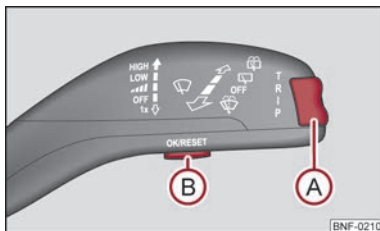

Fig. 6 Kørecomputer: betjenings-elementer
Du kan skifte hukommelse med knappen  → Fig. 6 på betjeningsarmen til viskerne.
Vippeknappen (A) og knappen (B) er placeret på betjeningsarmen til viskerne → Fig. 6.
- Tryk øverst eller nederst på vippeknappen (A) → Fig. 6 for at skifte til visningen af klokkeslættet.
I displayet vises køretiden siden seneste sletning af hukommelsen → Side 10, Hukommelse. Hvis du vil beregne køretiden fra et bestemt tidspunkt, skal du slette den allerede gemte køretid ved at trykke på knappen **(B)** på det pågældende tidspunkt → Fig. 6.
Hvis du vil måle det gennemsnitlige brændstofforbrug for en bestemt periode, skal du slette hukommelsen med knappen **(B)** → Fig. 6 på betjeningsarmen til viskerne, når den nye måling startes. Efter sletningen vises streger i displayet på de første ca. 100 meters strækning.
I displayet vises antal kørte kilometer siden sidste sletning af hukommelsen → Side 10. Hvis du vil tælle antallet af kørte kilometer fra et bestemt tidspunkt, skal du slette hukommelsen ved at trykke på knappen **(B)** → Fig. 6 på betjeningsarmen til viskerne på det pågældende tidspunkt.
Displayet viser gennemsnitshastigheden i km/h siden sidste sletning af hukommelsen → Side 10. Hvis du vil beregne gennemsnitshastigheden for en bestemt periode, skal du slette hukommelsen ved at trykke på knappen **(B)** → Fig. 6 på betjeningsarmen til viskerne, når den nye måling startes.
- Vælg menupunktet **Warnung bei Geschwindigkeitsüberschreitung (advarsel i forbindelse med hastighedsoverskridelse)** med knappen ① på betjeningsarmen til viskerne ⇒ Fig. 6.
- Når du trykker på knappen ② på betjeningsarmen til viskerne, aktiverer du muligheden for at indstille hastighedsgrænsen (tallet blinker).
- Indstil den ønskede hastighedsgrænse med knappen ① på betjeningsarmen til viskerne, fx 50 km/h.
- Bekræft den indstillede hastighedsgrænse med knappen ② på betjeningsarmen til viskerne, eller vent ca. 5 sek. Indstillingen gemmes automatisk (tallet stopper med at blinke).